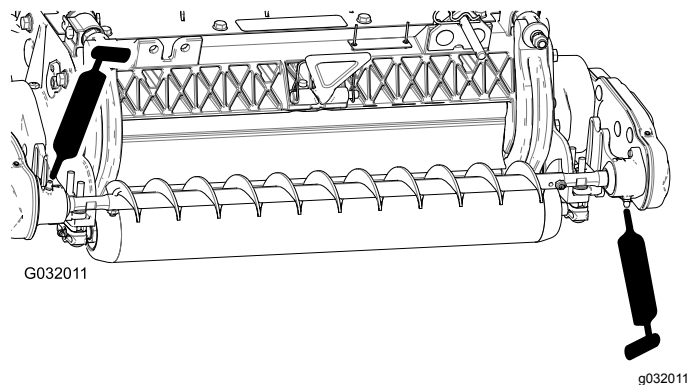

図 19
4. 左右のローラブラシベアリングハウジングのグリス注入部から、No.2リチウム系汎用グリスを注入する **図 19**。はみ出したグリスはふき取る。特にエクスクルーダ・シールの周囲に残さないこと。